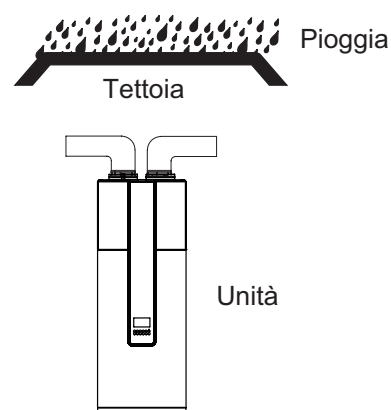

Fig. 16
- In caso di pioggia che penetra nei componenti interni dell'Unità, il componente potrebbe danneggiarsi o causare pericoli alle persone (Fig. 16).
- Per quanto riguarda il collegamento dell'Unità con un condotto che raggiunge l'esterno, è necessario adottare misure affidabili di resistenza all'acqua sul condotto, per evitare che l'acqua penetri all'interno dell'Unità (Fig. 16).